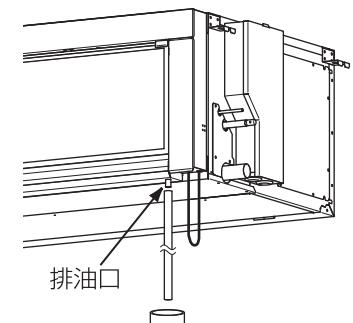

図7
- オイルミスト霧囲気でご使用の場合は、昇降フィルターBOXの排油口(Rc 1/4)に排油配管(現地手配)を接続し、タンク等(現地手配)で捕集してください。(図7)